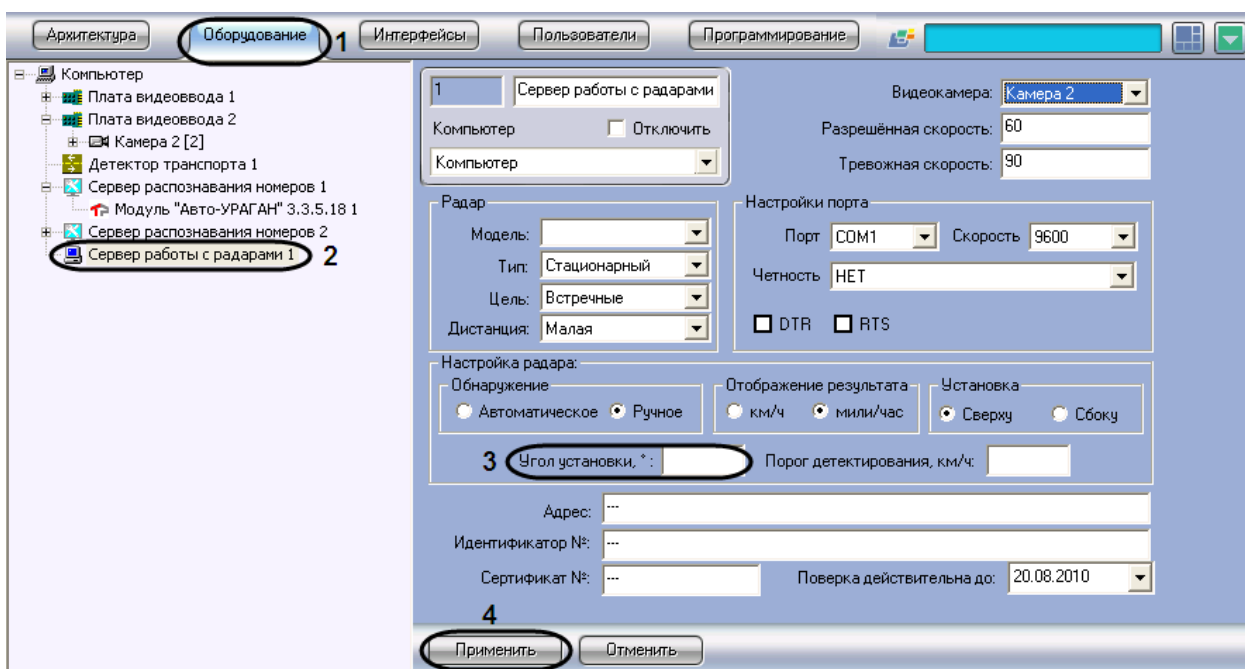

Рис. 7.3—12. Указание угла наклона устройства «Радар» над дорогой
1. В диалоговом окне «Настройка системы» перейти на вкладку «Оборудование» (см. Рис. 7.3—12, 1).
2. В дереве объектов на вкладке «Оборудование» выбрать объект «Сервер работы с радаром», соответствующий настраиваемому программному модулю «Радар» (см. Рис. 7.3—12, 2). В правой части вкладки «Оборудование» отобразится панель настройки выбранного объекта.
3. Задать в поле «Угол установки, °» угол наклона устройства «Радар» над полосой дорожного движения (см. Рис. 7.3—12, 3).